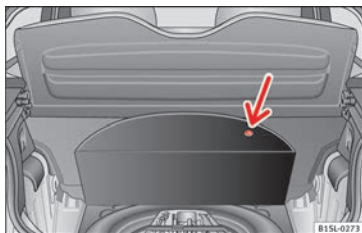

Fig. 77 Nel bagagliaio: rivestimento del pavimento sollevato.
Gli attrezzi di bordo, la ruota di scorta, il ruotino o il kit per la riparazione degli pneumatici si trovano nel sottofondo del bagagliaio » **fig. 77**.
- Sollevare il rivestimento per l'incavo (freccia) » **fig. 77**.